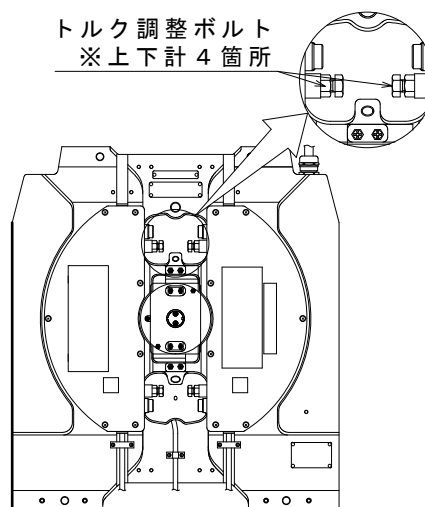

図3-2-2 エシード e2 及びエシード α の場合
- 2) エシード e2/エシード α の場合 : 図3-2-2を参照